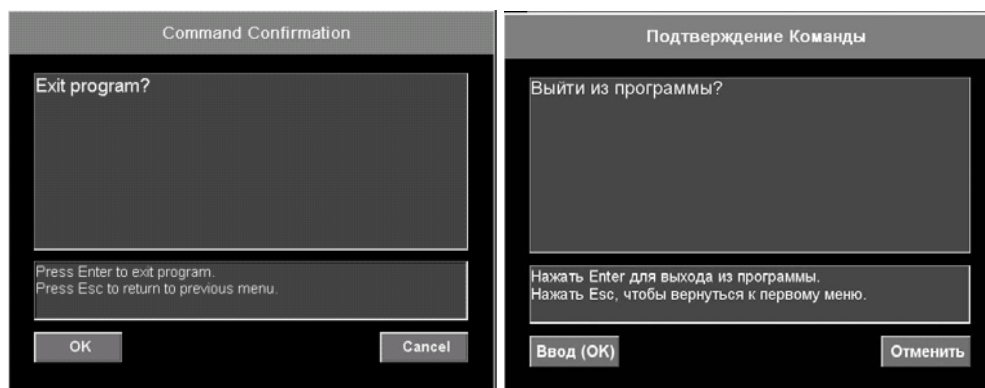

Рис. 15
7. После обновления базы данных, отображается экран подтверждения. Для выхода щелкнуть **Ввод(OK)** или нажать Enter на клавиатуре. (Рис. 15), чтобы вернуться к экрану первого меню, щелкните **Отменить(Cancel)** или нажмите, Esc на клавиатуре.